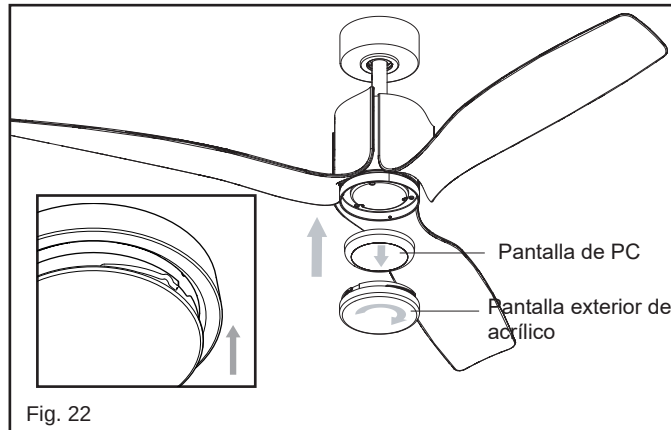

Fig. 22
- 4 Localice la pantalla de PC en la pantalla acrílica. Levante la pantalla acrílica contra el conjunto LED y gire en sentido antihorario hasta que quede ajustada. (Fig. 22)